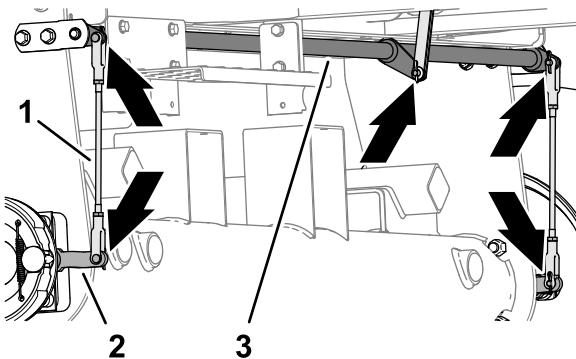

Bild 84
1. Überprüfen Sie die linke und rechte Bremsstangenbaugruppe (Bild 84) auf Schäden und Verschleiß.
- Kontrollieren Sie die Drehwelle der Bremse (Bild 84) auf Schäden und Verschleiß.